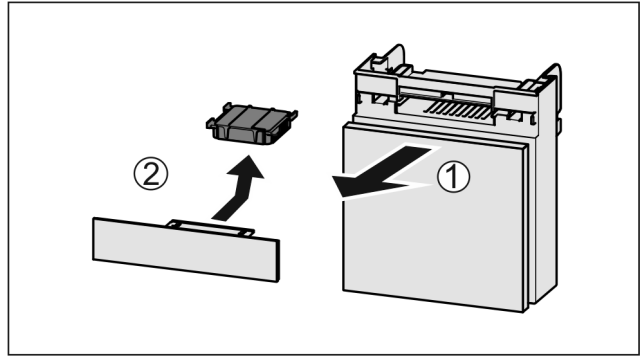

Fig. 109
- ▶ Húzza ki Fig. 109 (1) előrefelé a rekeszt.
- ▶ Vegye ki az aktív szén-szűrőt Fig. 109 (2).